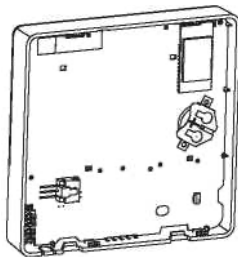

Fig. 3-5
- Coloque a pilha no local de instalação e certifique-se de que o lado positivo da pilha está de acordo com o lado positivo do local de instalação (Ver Fig. 3-5).